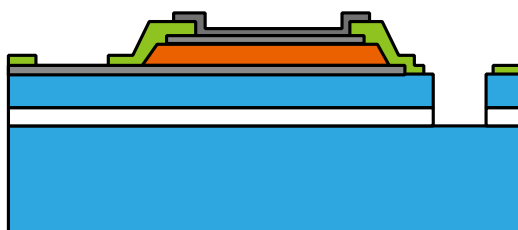
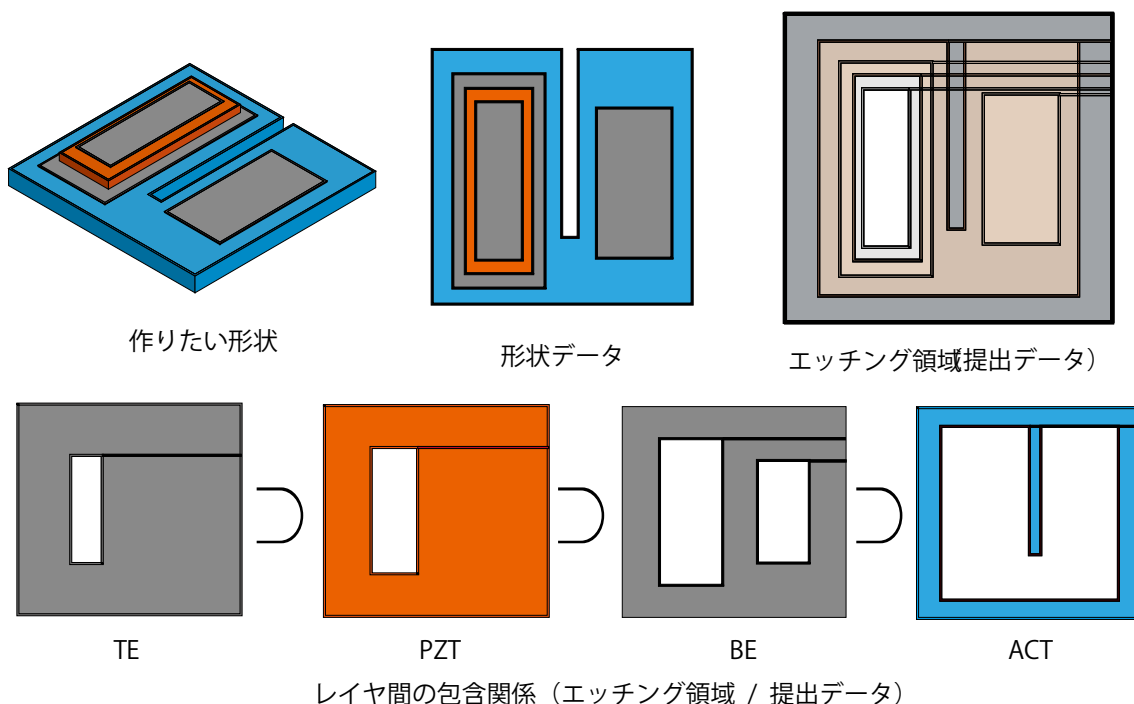

図 1.10 Si 活性層の DeepRIE によるエッチング
図 2.4 TE,PZT,BE,ACT マスクについての包含関係ルール例示
(1) **強制ルール** 図 1.10 の ACT マスクによる DeepRIE の際には、表面酸化膜除去および Si エッチングを行いません。装置の使用ルールに従うと Si のみがプラズマにさらされる必要があるため、ACT レイヤは BE、PZT、TE、WE の全レイヤ（全てエッチング領域）に包含される必要があります（図 2.4 参照）。
(2) TE、PZT、BE は積層された状態から順次エッチングされるため、最終形状は必ず TE < PZT < BE のような包含関係となります。また、Si 活性層はこれらの下には必ず存在することになります。よって、TE < PZT < BE < ACT となります。さらに配線層も必ず Si 活性層上になるため、WE < ACT となります。図 2.4 参照。